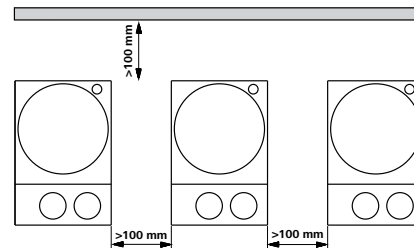

Fig. 3
- Rispettare le distanze minime tra gli apparecchi, tra l'apparecchio e la parete e al di sopra della struttura (min. 800 mm), (vedere fig. 3).